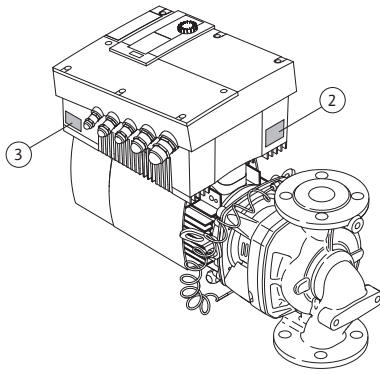

Fig. 12: 型号铭牌的布局：
- 驱动器型号铭牌位于电缆引线装置一侧的换流器上（Fig. 12，位置3）。应根据驱动系统型号铭牌上的说明设计电气连接。